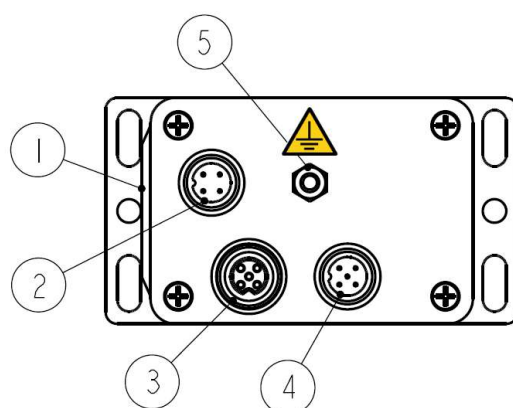

Figura 2: Connessioni elettriche
4.1 Collegamento messa a terra (Figura 2)
4.2 Connettori (Figura 2)